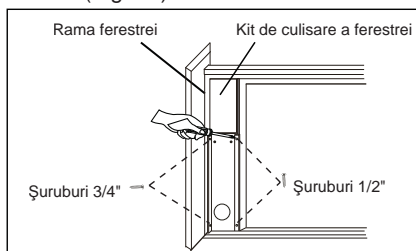

Fig. 20
3. Închideți geamul glisant fixând-ul pe kitul de culisare a ferestrei. (Fig. 20)
4. Fixați kitul de culisare a ferestrei de geam cu două șuruburi de 1/2". (Fig. 20)
5. Fixați kitul de culisare a ferestrei de rama geamului cu două șuruburi de 3/4". (Fig. 20)